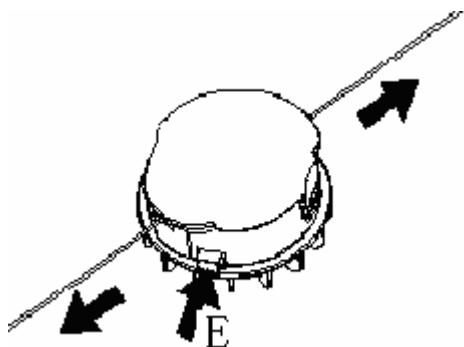

Fig. 13
2. Para alargar, apriete y suelte el botón de alimentación manual (E) mientras que dos líneas tirando suavemente hasta que las líneas llegar a la línea de corte de la cuchilla. (Fig. 13)
3. Si la línea no para alimentar la unidad cuando se detiene y se reinicia, repetir # 2 (Fig. 13).